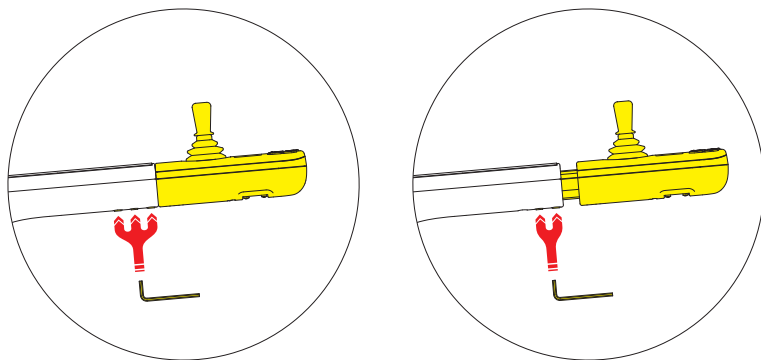

Figura 4.5.2
Step 3: utilizzare la chiave esagonale per bloccare la vite a brugola. (Come mostrato nella Figura 4.5.2).